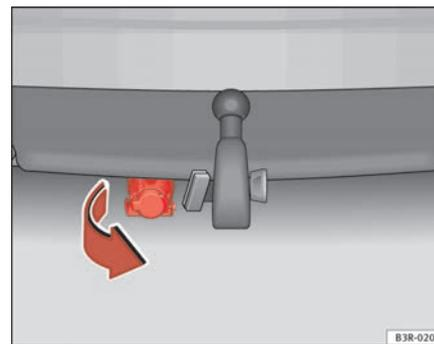

Fig. 163 Parachoques trasero: Pivotar hacia abajo la toma de corriente para el remolque ▶
- Bascule hacia abajo la toma de corriente que se encuentra bajo el parachoques para conectar los cables del remolque ⇒ página 211, fig. 163.